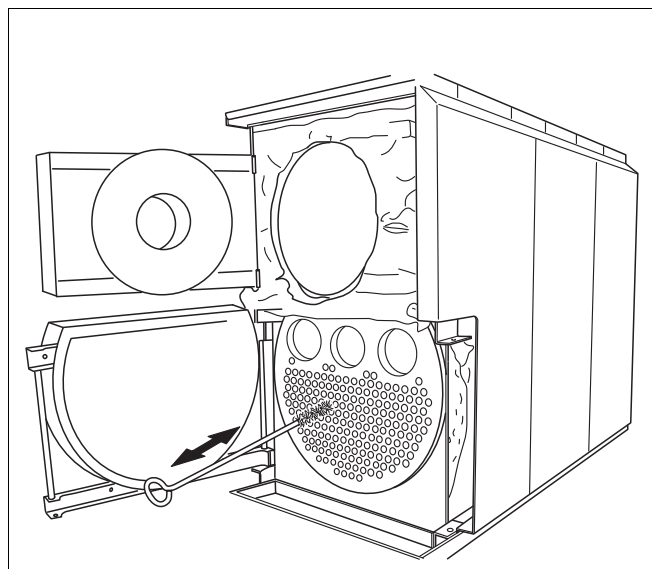

Рис. 30 Чистка труб дополнительных поверхностей нагрева
- Прочистите щеткой трубы дополнительных поверхностей нагрева (рис. 30).